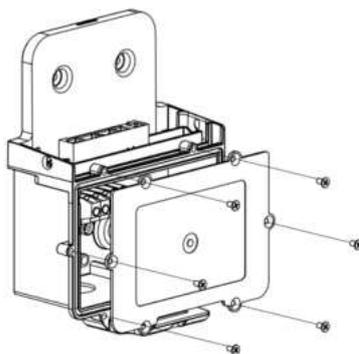

Abbildung 6 – DaheimLaden DockingStation
- 1 Montageset mit DaheimLaden DockingStation (E in Abbildung 6) für Klickbefestigung der Ladestation und Kabeleinführung